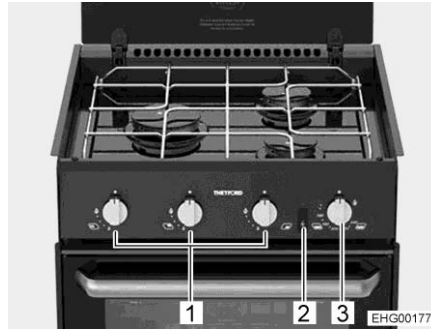
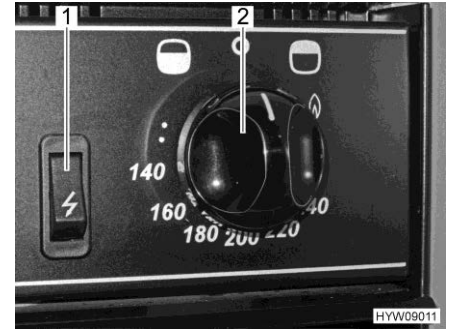

Fig. 129 Forno con piastre di cottura a gas
Fig. 130 Elementi di comando (forno a gas con grill)
- Premere il pomello girevole (Fig. 129,1) dell'impianto a fiamma libera desiderato, ruotarlo sulla posizione di accensione (fiamma alta) e tenerlo premuto finché la fiamma brucia (al massimo per 15 secondi).
- Premere il pomello girevole (Fig. 129,3 e Fig. 130,2) e ruotarlo in senso antiorario fino a raggiungere la posizione massima consentita (in direzione del simbolo del forno "  ").
- Premere il pomello girevole (Fig. 129,3 e Fig. 130,2) e tenerlo premuto per 5-10 secondi. Il gas fluisce verso il bruciatore.
- Premere l'interruttore di accensione (Fig. 129,2 e Fig. 130,1) finché la fiamma brucia.
- Premere il pomello girevole (Fig. 129,3 e Fig. 130,2) e ruotarlo in senso orario (in direzione del simbolo del grill "  ") e posizionarlo sul simbolo della fiamma).
- Ruotare il pomello girevole (Fig. 130,2) su "O". La fiamma si spegne.